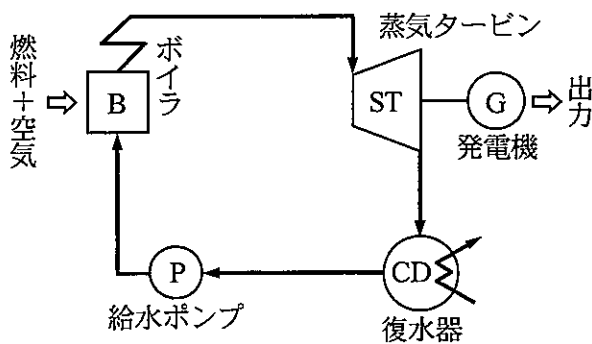
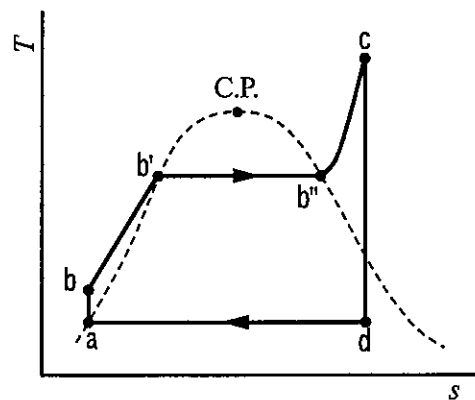
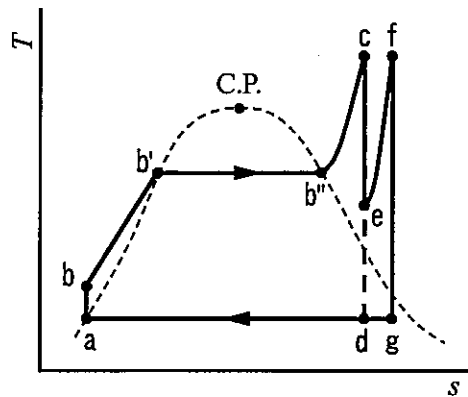

図1
図2
図3
(1) 図1に蒸気原動所の基本的な構成を、図2に作動流体の温度  $T$  と比エントロピー  $s$  の関係を示す。このサイクルは、1 サイクルと呼ばれている。いま、状態点  $a - b - b' - b'' - c - d - a$  の基本サイクルを考える。本蒸気原動所では、まず状態点  $a$  の圧力  $0.008 \text{ MPa}$  の飽和水が等エントロピー変化で  $5.0 \text{ MPa}$  まで加圧されて状態点  $b$  (温度  $41.7^\circ\text{C}$ ) の状態になり、ボイラで状態点  $c$  まで加熱される。この間、 $b'$  から  $b''$  の間で水は蒸発し、 $b''$  ではすべて水蒸気となる。そしてさらに加熱され、状態点  $c$  では  $360^\circ\text{C}$  の過熱蒸気となる。この過熱蒸気は蒸気タービンに送られ、発電を行う。蒸気タービン内では等エントロピー変化が行われ、水蒸気は、 $0.008 \text{ MPa}$  まで減圧し状態点  $d$  の状態となる。状態点  $d$  は、飽和液線と飽和蒸気線の間であり、湿り蒸気の状態となることを示している。このとき、状態点  $d$  の乾き度  $x$  は、比エントロピー  $s$  と乾き度  $x$  の関係式 2 を用いて求められ、A | a.bc  $\times 10^{-1}$  となる。各状態点における作動流体の比エンタルピー  $h$  を、各状態点を示す記号を添字として表すことにすると、状態点  $d$  の比エンタルピー  $h_d$  は、B | a.bc \times 10^d  $[\text{kJ/kg}]$  となる。このとき、理論熱効率  $\eta_{th}$  は、式 3 を用いて求めることができ、C | ab.c  $[\%]$  となる。
(2) 図3は図2の基本サイクルの効率を向上させたサイクルである。このサイクルでは、状態点 c から状態点 e に膨張後、水蒸気はボイラ内に設けられた [ 4 ] に送られ、[ 5 ] 過程において再加熱された後、状態点 c と同じ温度の状態点 f に回復する。その後再び蒸気タービンにもどり、蒸気タービン内で仕事に変換され、出口の状態点 g となる。図2の基本サイクルの理論熱効率計算で求めたように、[ 6 ] の仕事は他の仕事に比べて非常に小さいので、この仕事を無視すると、効率向上を取り入れたサイクルの理論熱効率は、式 [ 7 ] となる。